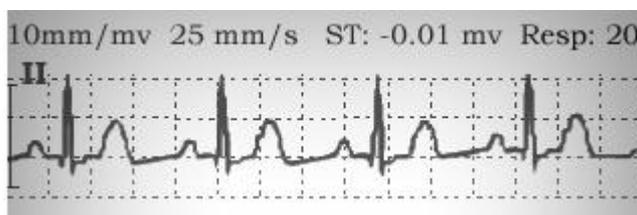

Figure 6.3
Dans la zone des fenêtres supérieures de la zone d'affichage LCD, si l'une des ondes du canal « I / II / III / aVR / aVL / aVF / V » est définie dans WAVE WIN-1, l'onde ECG peut être affichée comme indiqué à la figure 6.3.
- Si l'une des ondes du canal «I / II / III / aVR / aVL / aVF / V» d'ECG est définie dans le WAVE WIN-1, l'onde ECG peut être affichée dans la zone des fenêtres supérieures de la zone d'affichage LCD, Figure 6.3.